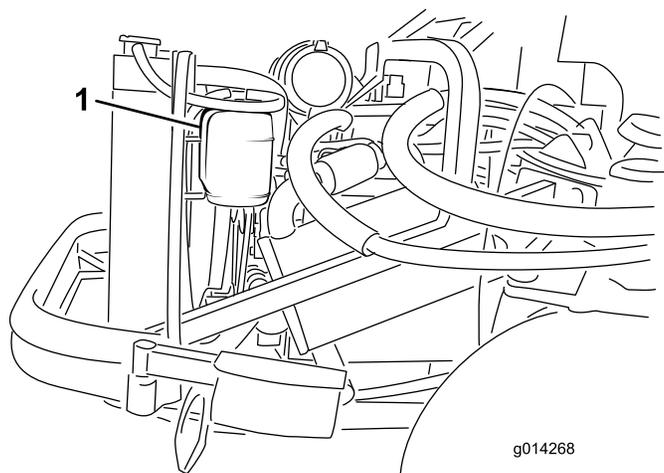

图34
1. 检查膨胀水箱的冷却液液位图34。冷却液液位应当介于膨胀水箱侧面的两个标记之间。